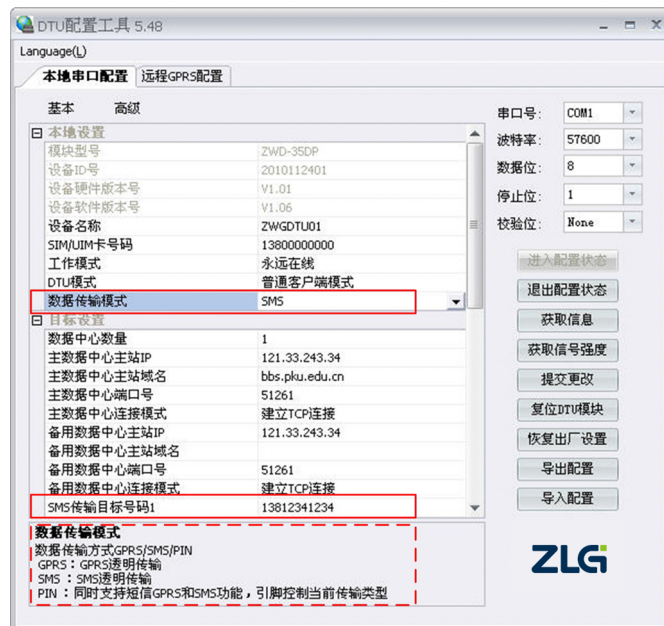

图 2.6 SMS 模式配置
- 使用配置工具修改 DTU 的配置参数【数据传输模式】为【SMS】方式，【SMS 传输目标号码 1】为接收短信的手机号码，如图 2.6 所示。